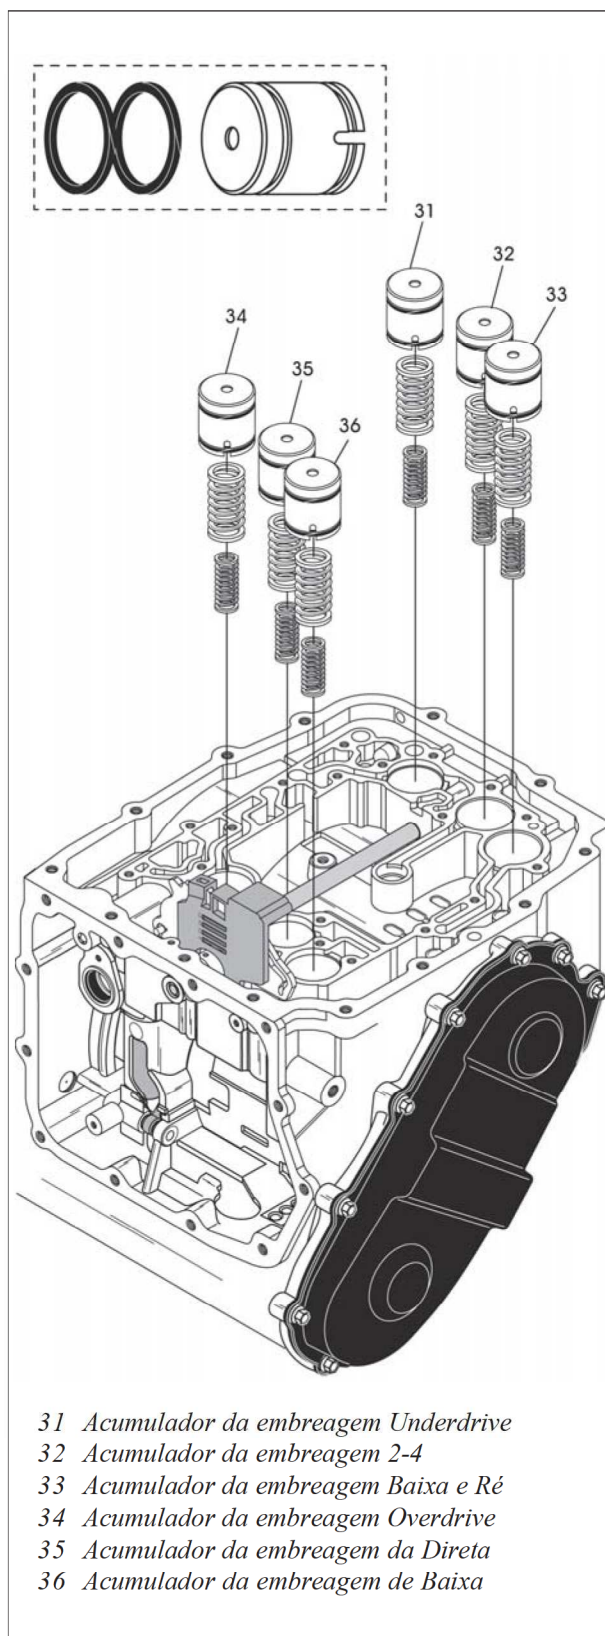

Figura 54
27. Remova cada um dos 6 pistões acumuladores e suas respectivas molas, conforme mostra a figura 54.
28. Remova e descarte os vedadores dos pistões acumuladores, conforme mostrado na figura 54.